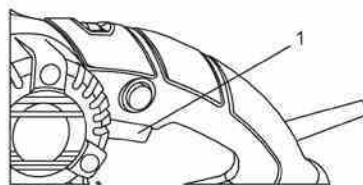

Fig. 6
El interruptor a gatillo ON/OFF (1) es un interruptor de una sola función (Fig. 6). Para encender la herramienta en ON, apriete el disparador. Para apagar la herramienta en OFF, suelte el disparador.